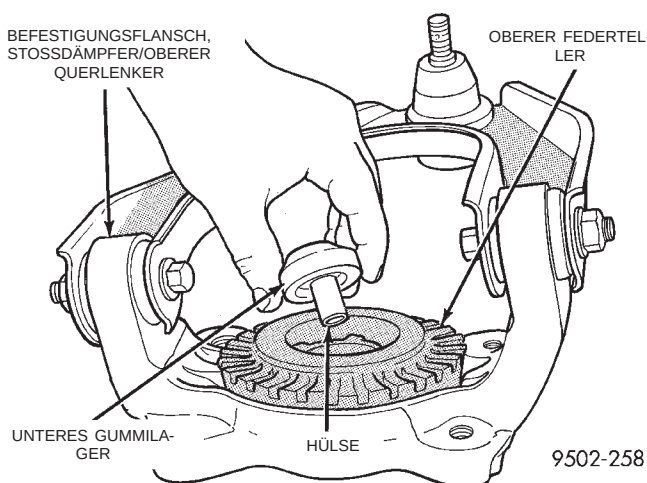

Abb. 91 Unteres Gummilager und Hülse der Kolbenstange/Stoßdämpfer
(8) Das untere Gummilager der Kolbenstange und die Hülse (Abb. 91) vom Befestigungsflansch abbauen. Den oberen Federteller aus dem Befestigungsflansch ausbauen.
(7) Das untere Gummilager und die Hülse (Abb. 91) in den Befestigungsflansch für Stoßdämpfer und
Querlenker einbauen. Den oberen Federteller in den Befestigungsflansch einbauen (Abb. 91).